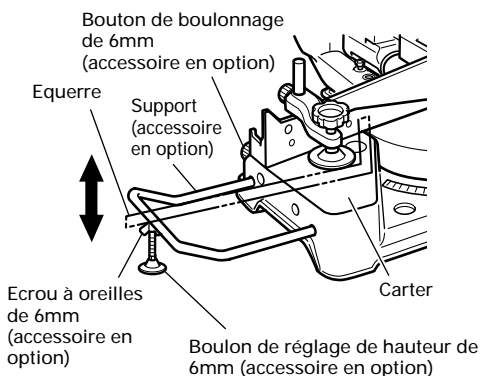

Fig. 13
(1) Comme indiqué à la Fig. 13, utiliser une équerre en acier pour aligner le bord supérieur des supports sur la surface du socle. Desserrer l'écrou à oreilles de 6mm. Tourner un boulon de réglage de hauteur de 6mm, et régler la hauteur du support.
(2) Après le réglage, serrer fermement l'écrou à oreilles et fixer le support avec la vis moletée de 6 mm (accessoire en option). Si la longueur du boulon de réglage de la hauteur de 6 mm est insuffisante, insérer une plaque mince dessous. S'assurer que l'extrémité du boulon de réglage de la hauteur de 6 mm ne dépasse pas du support.